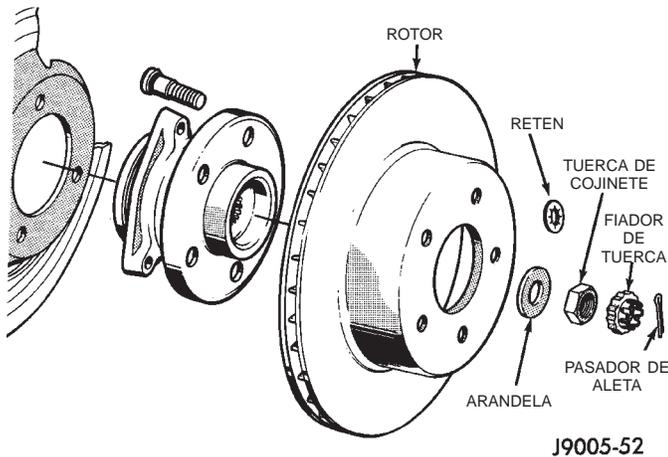

Fig. 33 Rotor y maza
- (1) Retire el conjunto de rueda y neumático.
- (2) Retire el calibrador.
- (3) Retire los espárragos de retén que fijan el rotor a la maza (Fig. 33).
- (4) Retire el rotor de la maza.
- (5) Si el protector del rotor requiere servicio, retire el conjunto de maza y cojinete delantero.